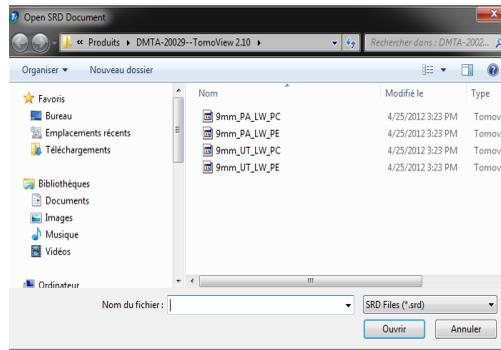

Figure 4-2 Boîte de dialogue Open SRD Document
2. Dans la boîte de dialogue qui apparaît, sélectionnez le fichier .srd à charger et cliquez sur **Ouvrir** (voir la Figure 4-2 à la page 239).